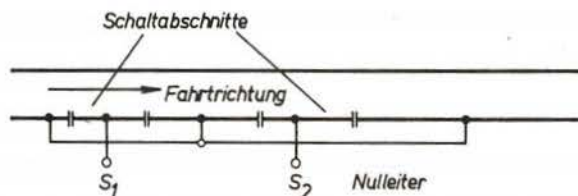

Bild 3
d. h. keinen Fahrstrom verbrauchen, verursachen keine Schaltimpulse. Außerdem ist die Baugruppe so dimensioniert, daß im Fahrstromkreis ein Strom von 100 mA fließen muß, damit das Ausgangssignal abgegeben wird. Dieses Verhalten wird mit einem durchgehenden Nullleiter erreicht, der an den Schaltstellen unterbrochen und überbrückt ist (Bild 3). Die elektrisch getrennten Teile S 1 und S 2 müssen länger sein als der größte